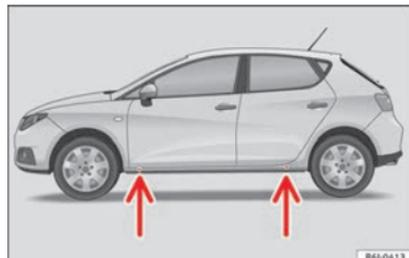

Fig. 66 Punti di appoggio per il cric.
- Individuare nel longherone il punto di appoggio del cric (zona avvallata) più vicino alla ruota da sostituire » fig. 66.